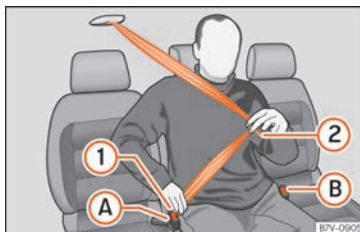

Fig. 14 Abrocharse el cinturón del asiento central de la segunda fila.
- Tire hacia abajo de la cinta del cinturón por la lengüeta de cierre » » » **fig. 14** (1). No doble el cinturón al hacerlo » » » ⚠.
- Encastre la lengüeta (1) en el cierre del asiento correspondiente (A).
- Pase la cinta del cinturón por la región pélvica del ocupante tirando de la lengüeta de cierre » » » **fig. 14** (2).
- Encastre la lengüeta (2) en el cierre del asiento correspondiente (B).
- Presione la tecla roja en el cierre » » » **fig. 14** (A). La lengüeta saltará del cierre.
- Presione la tecla roja en el cierre » » » **fig. 14** (B). La lengüeta saltará del cierre.